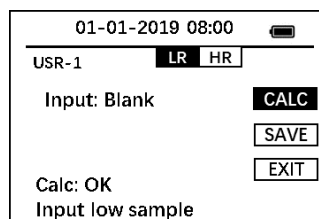

Figura 11.
8. Con **CALC** resaltado, pulse la tecla **OK** (Figura 11).